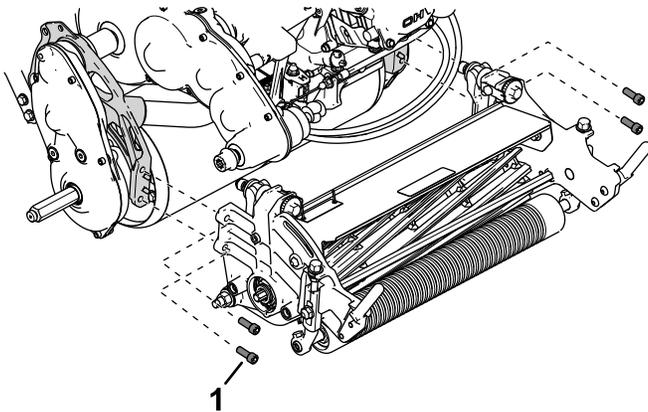

Bild 51
- Entfernen Sie die Bundkopfschrauben, mit denen das Mähwerk am Rahmen befestigt ist (Bild 51).